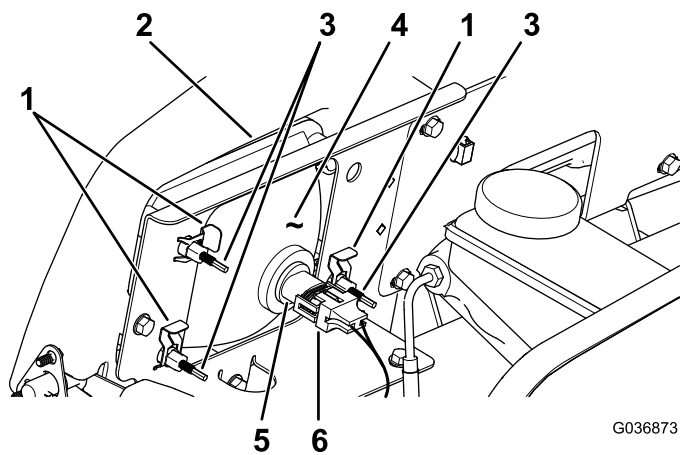

Figura 53
- Desligue o conector el trico para a cablagem do conector do conjunto da lâmpada (Figura 53).
- Retire os cliques de reten  o que fixam o farol ao respetivo suporte (Figura 53).
- Retire o conjunto do farol movendo-o para a frente atrav s da abertura no para-choques (Figura 53).
- Instale o novo farol atrav s da abertura no para-choques (Figura 53).
- Ligue o conector el trico para a cablagem ao conector do conjunto da lâmpada (Figura 53).
- Na parte traseira do conjunto de far is, rode os parafusos de ajuste (Figura 53) para inclinar o conjunto dos far is e alinhar a pos  o do feixe.